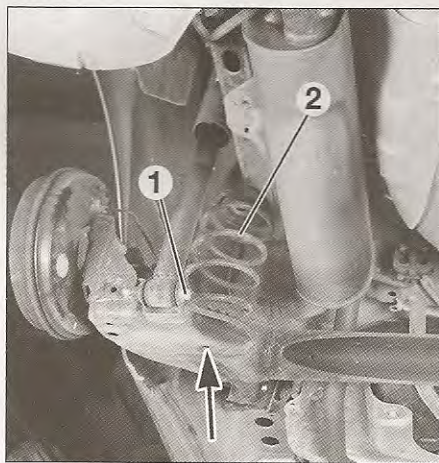

FIG. 19
- Poner un cilindro hidráulico alineado con el muelle trasero (fig. 19).
- Desmontar el tornillo de fijación inferior (1) de amortiguador.
- Bajar lentamente el cilindro hidráulico hasta que el muelle (2) esté destensado.
- Desmontar los muelles (2) de suspensión izquierdo y derecho.